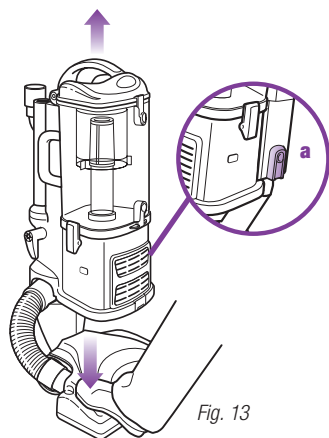

Fig. 13
- 1 Séparez le corps de l'aspirateur portatif Lift-Away^{MD} de la brosse à planchers en enfonçant le bouton de dégagement rouge (a) sur le côté de l'appareil. Maintenez la brosse sur le plancher avec votre pied et tirez le corps de l'aspirateur vers le haut. (Fig. 13)